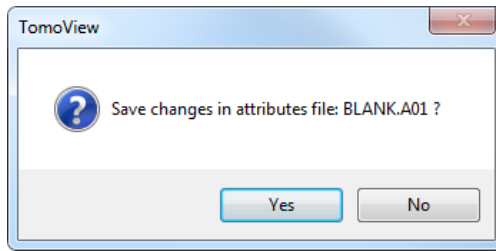

Figure 10-4 Boîte de message pour l'enregistrement de données PASS importées
3. Cliquez sur **Oui** dans la boîte de message qui apparaît (voir la Figure 10-4 à la page 466) pour enregistrer les données PASS importées dans le fichier Blank.A01.